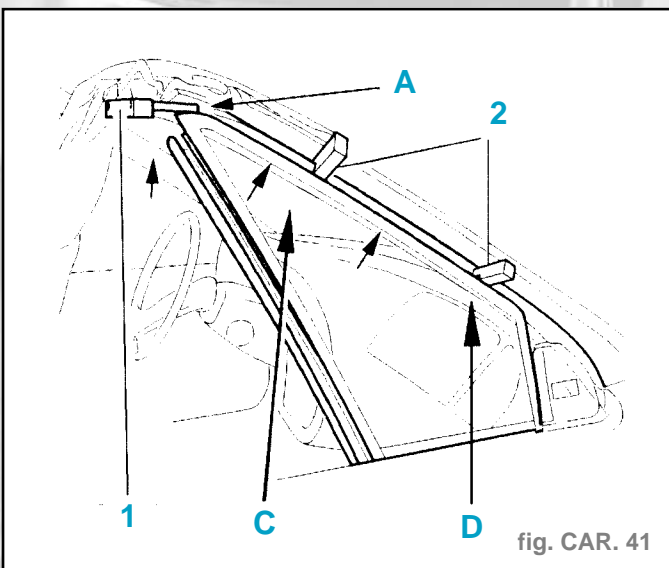

fig. CAR. 41
- la fixation (3),
- Mettre l'outil [1] en lieu et place de la gâche de capote en comprimant légèrement le joint mousse (fig. CAR 41).